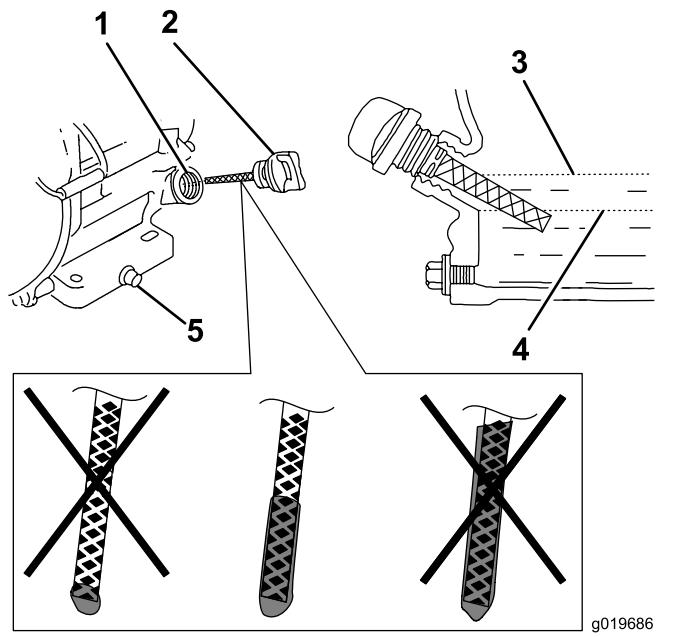

Figura 18
3. Limpie alrededor del tapón de llenado/varilla de aceite (Figura 18).
4. Retire el tapón de llenado/varilla girándolo en sentido antihorario (Figura 18).
7. Compruebe el nivel de aceite (Figura 18).
8. Instale el tapón de llenado/varilla y limpie cualquier aceite derramado (Figura 18).
4. Llene el cárter con el aceite especificado; consulte la Figura 18 en Comprobación del nivel de aceite del motor (página 22).